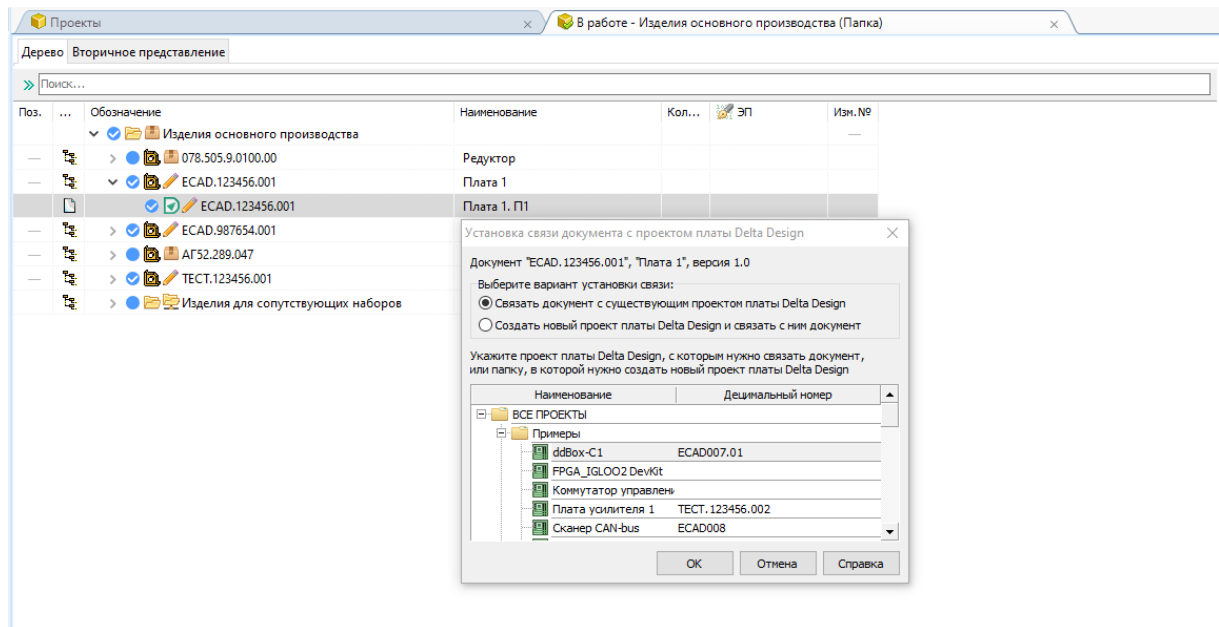

Рис. 5. Пример выбора установки связи объекта ЛОЦМАН:PLM с существующим проектом платы Delta Design
Откроется окно «Установка связи документа с проектом платы Delta Design». В окне показан список всех доступных проектов плат базы данных Delta Design согласно структуре их хранения, см. Рис. 5.
3. В главном меню в разделе «Интеграция с Delta Design» вызвать команду «Открыть схему проекта платы DD», см. Рис. 5;